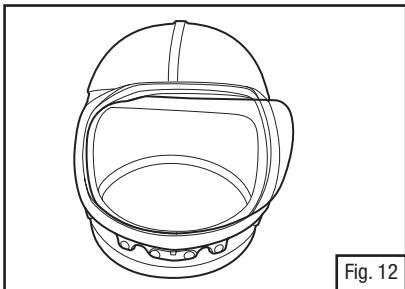

Fig. 12
1. Coloque o alto (extremidade reta) ou o fundo (extremidade arredondada) da protetor facial interior na junta do protetor facial interior enganchada na concha do capacete (Fig. 12).